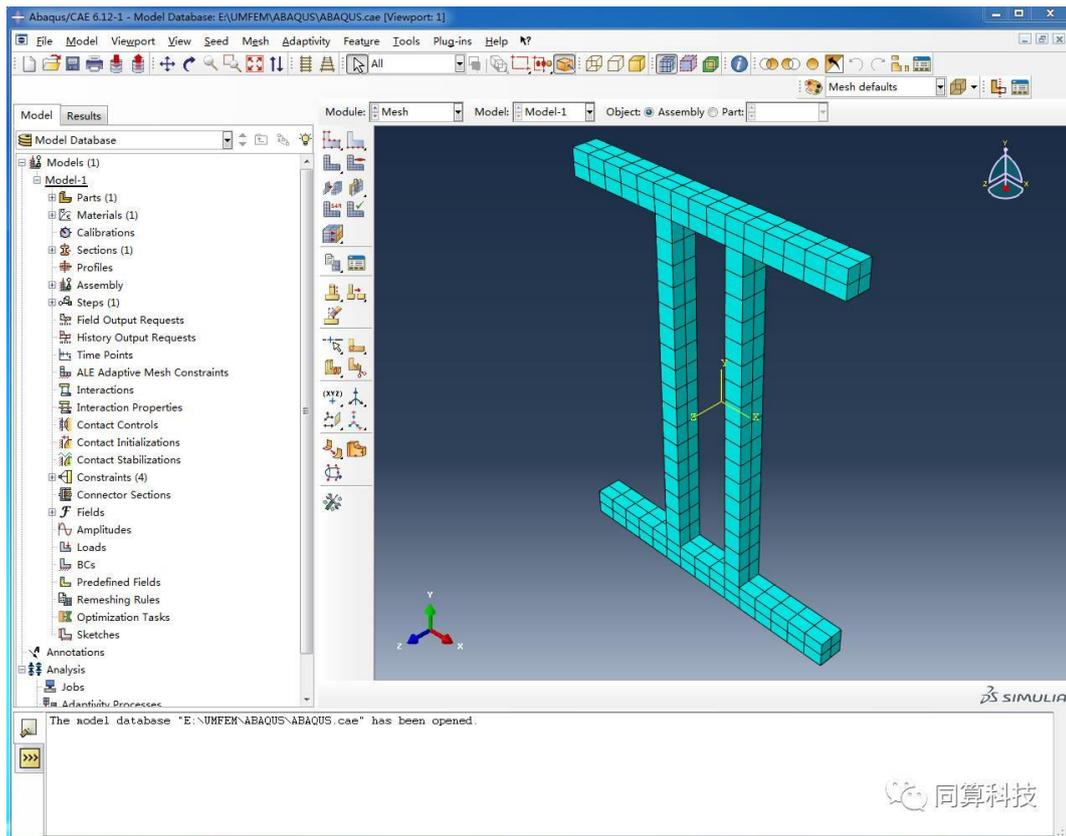

图 031-1
1、从 QQ 群下载文件 ABAQUS.rar，解压到本地；运行 ABAQUS，打开示例模型 ABAQUS.cae，如图 031-1。